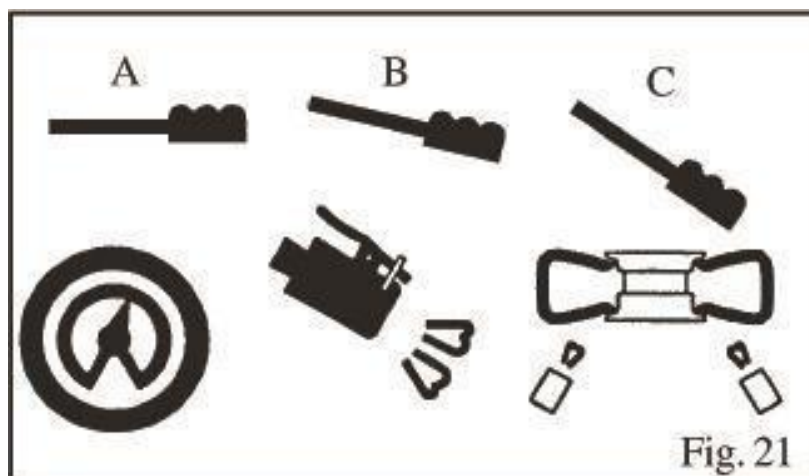

Fig. 21
**W tej fazie pracy poziom hałasu może osiągnąć 85 dB (A). Zaleca się stosowanie ochrony przed hałasem.**
- Wciśnij pedał do pozycji pośredniej (B – rys. 21)
- Jeśli stopka opony nie jest dobrze osadzona ze względu na mocną stopkę, podnieś oponę ręcznie, aż górna stopka dotknie obręczy, a następnie wciśnij pedał do końca (C-Rys. 21). Przez dysze w prowadnicach zostanie wypuszczony silny strumień, co pomoże w uszczelnieniu stopki.
- Zwolnij opony; ustaw pedał w pozycji pośredniej (B – rys. 21) i kontynuuj pompowanie opony krótkimi strumieniami powietrza, stale sprawdzając ciśnienie pomiędzy strumieniami powietrza, aż do uzyskania wymaganego ciśnienia.